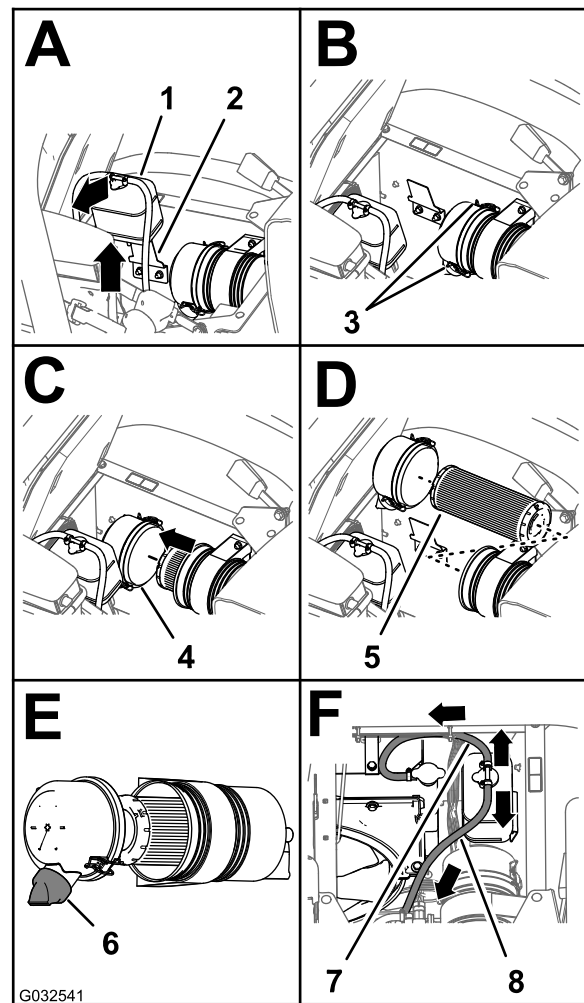

Bild 74
3. Heben Sie den Kühlmittelüberlaufbehälter hoch und von der Behälterstützhalterung ab (Bild 74).
4. Lösen Sie die zwei Riegel, mit denen der Staubdeckel am Luftfiltergehäuse befestigt ist (Bild 74).
6. Wischen Sie die Innenseite des Staubdeckels, des Luftfiltergehäuses und des Staubventils mit einem feuchten Lappen ab (Bild 73 und Bild 74).
7. Setzen Sie den neuen Luftfiltereinsatz in das Luftfiltergehäuse ein (Bild 74).
- Setzen Sie die Abdeckung auf das Luftfiltergehäuse und befestigen die Abdeckung mit den zwei Riegeln (Bild 74).
Hinweis: Stellen Sie sicher, dass das Staubventil zwischen der 5-Uhr- und 7-Uhr-Stellung ist (aus Sicht vom Ende) (Bild 74).
- Fluchten Sie den Kühlmittelüberlaufbehälter mit der Behälterstützhalterung aus und setzen den Behälter fest ein (Bild 74).
Wichtig: Stellen Sie sicher, dass der Druckbegrenzungsschlauch nach vorne und unten und der Behälterentlüftungsschlauch nach hinten verlegt ist, wie in Bild 74 abgebildet.